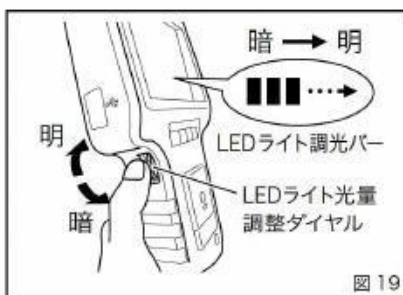

図 19
- ・LEDライト光量調整ダイヤルを回すことにより、光量の調整が出来ます。ダイヤルを上に戻すと光量が明るく、下に回すと暗くなります。光量はLEDライト調光バーの量で明暗がわかります。光量が強すぎると画像が明確に表示されない場合がありますので、その際はライトの光量を減少させ調整してください。（図 19）